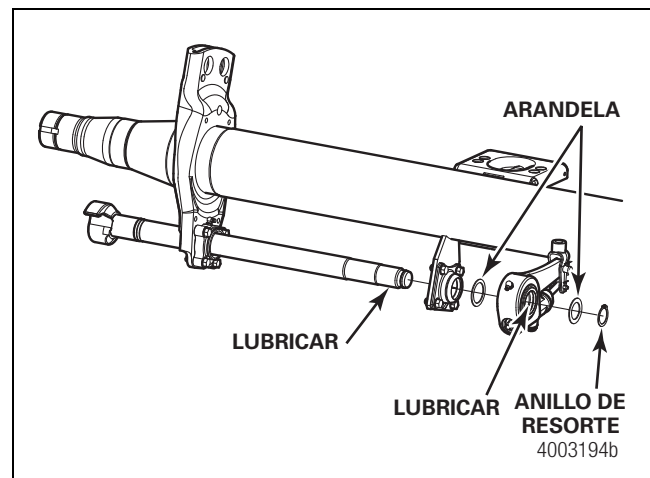

Figura 5.1
2. Lubrique el eje de levas y las ranuras del ajustador de freno con un compuesto antiadherente. Instale el ajustador de freno, las arandelas y el anillo de resorte. Figura 5.1.